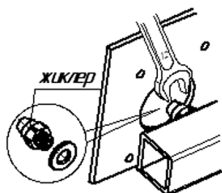

Рисунок 16
- заменить жиклеры основных горелок (Рис.16), проверив соответствие маркировки на жиклерах диаметрам, указанным в таблице 4;
- заменить жиклеры основных горелок (Рис.16), проверив соответствие маркировки на жиклерах диаметрам, указанным в таблице 4; установить блок горелок на газовый коллектор;